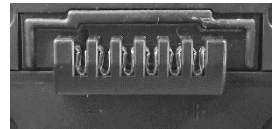

Abb. 5
- Vermeiden Sie einen Kurzschluss der + und – Kontakte (Abb. 5, Minuspol ganz links, Pluspol ganz rechts) durchstromleitende Objekte. Der Akku darf nicht an unsicheren Orten gelagert werden, wenn er dort mit metallischen oder leitenden Gegenständen in Kontakt geraten könnte.